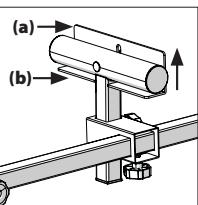

Fig. 7
- Lossa låsknappen och höj anslagsytan till högsta position (**Fig. 7**), spänna sedan låsknappen.